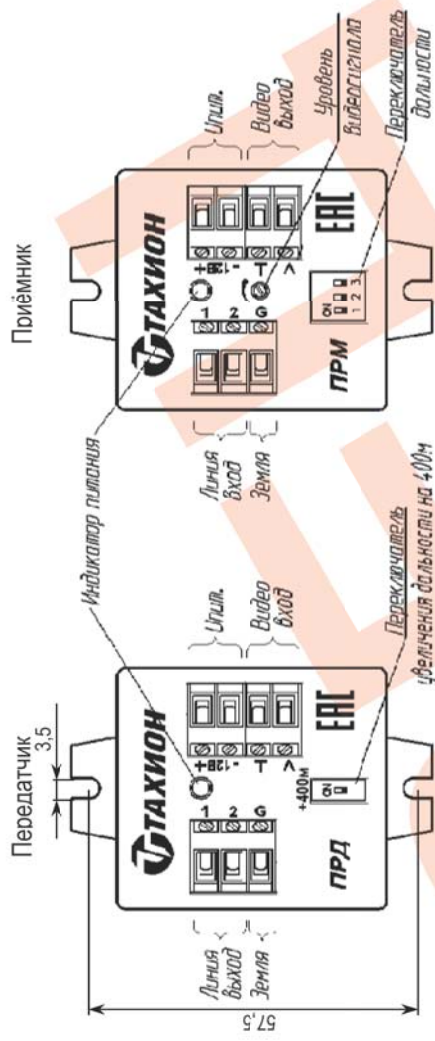

Рис.1 Устройство АПВС-5М
2. На приёмнике «Переключателем дальности» (см. рис.1) установить дальность, соответствующую длине линии в пределах 800 – 1100м. Выбор дальности показан на рис.5.
2. На приёмнике «Переключателем дальности» (см. рис.1) установить дальность, соответствующую длине линии в пределах 0 – 700м. Выбор дальности показан на рис.4.